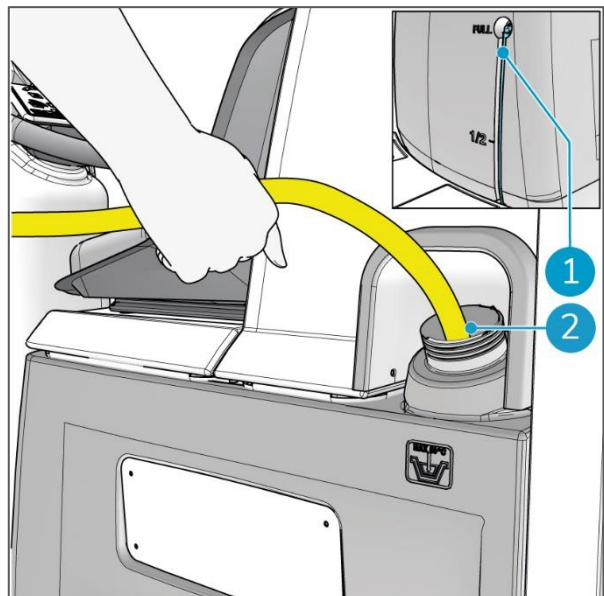

Figura 20
2. Posizionare un tubo flessibile dell'acqua nell'apertura (Figura 20, pos 2).
3. Tenendo d'occhio l'indicatore del livello della soluzione (Figura 20, pos 1), riempire il serbatoio con un massimo di 58 l di acqua.